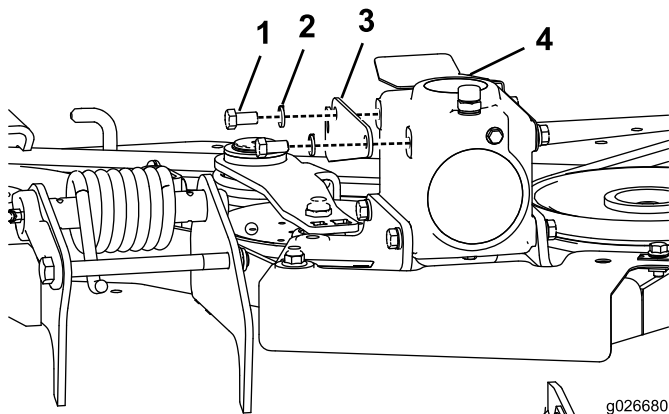

Figure 4
2. Positionnez le support de pivot sur le boîtier d'engrenages, comme montré à la Figure 4.